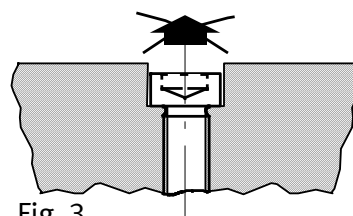

Fig. 3
- Verwenden Sie das Produkt im Originalzustand ohne jegliche eigenmächtige Veränderung. Die einzelnen Bauteile sind mit Schraubensicherungsmittel fixiert (→ Fig. 3).